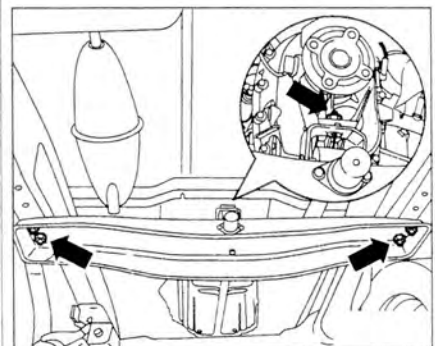

Рис. 2.14. Открутите болты (стрелки) крепления двигателя/коробки передач к поперечной балке.
33. Открутите болты (стрелки) крепления двигателя/коробки передач к поперечной балке (рис. 2.14).